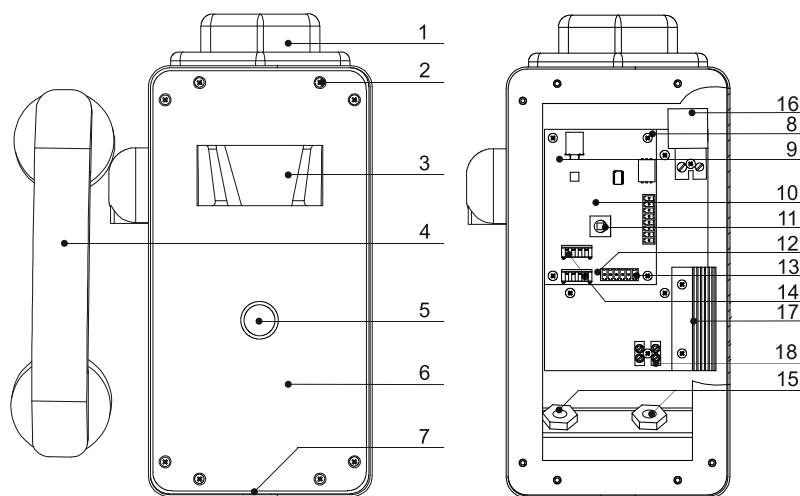

Рисунок 1. Внешний вид АВУ в исполнениях «ТУ» и «ТУ1» и вид на АВУ со снятой крышкой.
АВУ имеет два 4-х контактных разъема рис. 1. поз. 14. Разъемы включены параллельно и предназначены для питания АВУ и организации связи с ЛБС и другими вызывными устройствами по интерфейсу RS485.
Шести контактный разъем рис. 1 поз. 13 предназначен для подключения кабеля от крышки АВУ к печатной плате устройства. Данный кабель должен быть подключен по окончании монтажа АВУ, перед установкой крышки.
Клеммы рис. 1 поз. 18 предназначены для подключения питания подогревательного элемента.
3). Снимите крышку АВУ. Подключите к разъемам рис. 1, поз. 14 линии связи с ЛБС и другими АВУ системы. АВУ подключаются к линии связи с ЛБС последовательно, соединений типа «звезда» на одной линии не допускается. Для удобства подключений АВУ имеет два разъема, контакты которых соединены параллельно. К одному разъему подключается линия связи от ЛБС или предыдущего АВУ в линии, ко второму – линия связи со следующим АВУ. Назначение разъемов и контактов АВУ указано в приложении 1. Схема подключения АВУ к ЛБС приведена в приложении 2.
4). Включите согласующие резисторы у последних АВУ в каждой линии. Включение резистора выполняется установкой перемычки на два контакта рис. 1, поз. 12.
5). Подключите силовой кабель для питания подогревательного элемента к клеммам поз. 18 рис.1.
7). Подключите кабель от крышки АВУ к разъему рис. 1 поз. 13. Установите крышку АВУ на место, закрепите ее винтами.
При изменении конфигурации системы или установке в систему ранее использованного АБУ, необходимо выполнить смену его адреса на заводской (по умолчанию). Только после этого возможно запрограммировать это АБУ в систему. Для смены адреса на заводской необходимо на клеммы АБУ рис. 1 поз. 9 установить перемычку, после этого подать питание на АБУ. Адрес АБУ будет заменен на заводской. После этого необходимо снять перемычку и запрограммировать АБУ в систему.